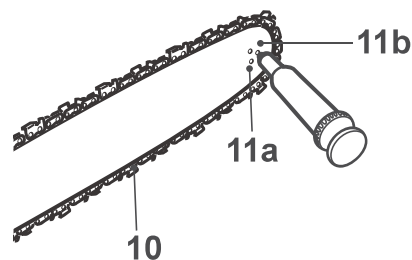

Fig. 45
**NOTA:** No es necesario quitar la cadena (10) para lubricar la rueda dentada (11b). La lubricación se puede realizar con el producto montado para su uso.
2. Con una pistola de engrase desechable, inserte la punta de aguja en el orificio de lubricación (11a) e inyecte grasa hasta que aparezca en el borde exterior de la rueda dentada (11b) (Fig. 45).
3. Asegúrese de que el freno de cadena no esté accionado. Gire la cadena (10) con la mano; utilice guantes. Repita el procedimiento de lubricación hasta que esté engrasada toda la rueda dentada (11b).